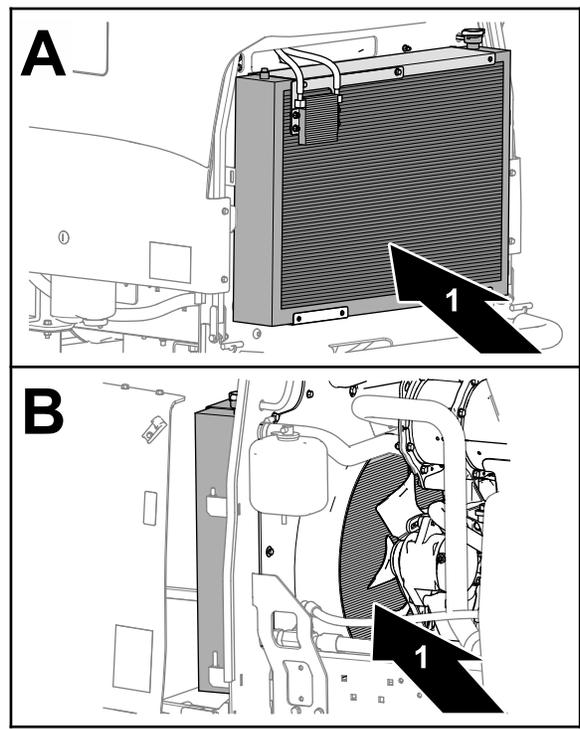

Figura 68
7. Limpe cuidadosamente ambos os lados do radiador e refrigerador de óleo com ar comprimido (**Figura 68**).